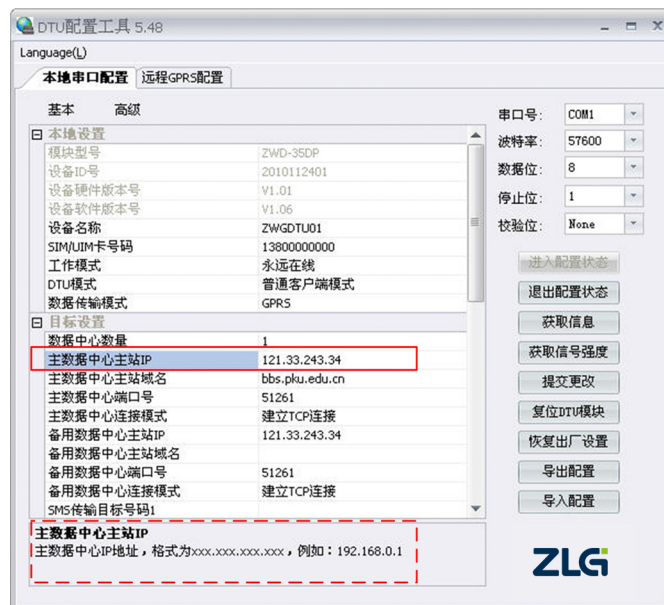

图 2.5 配置工具界面
- 修改配置参数，在配置页面的下方，将出现配置项的说明和注意事项，如图 2.5 所示；